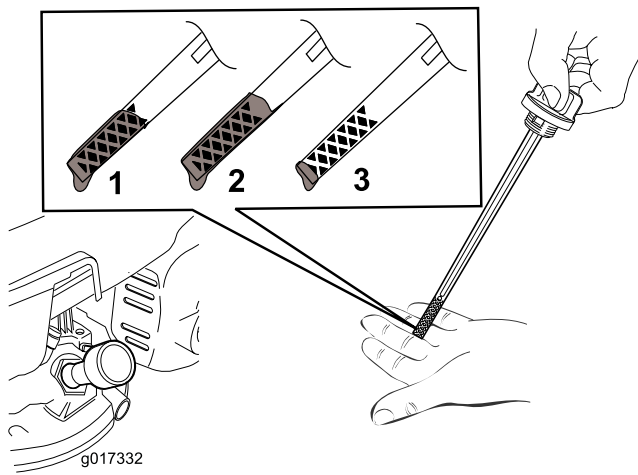

Figure 12
5. Pour déterminer le niveau d'huile correct indiqué par la jauge, voir (Figure 12).
Remarque: Versez de l'huile dans le carter moteur jusqu'à ce que la jauge indique le niveau correct, comme montré à la Figure 12. Si vous remplissez excessivement le carter moteur, vidangez l'excédent d'huile comme expliqué à la section Vidange de l'huile moteur.